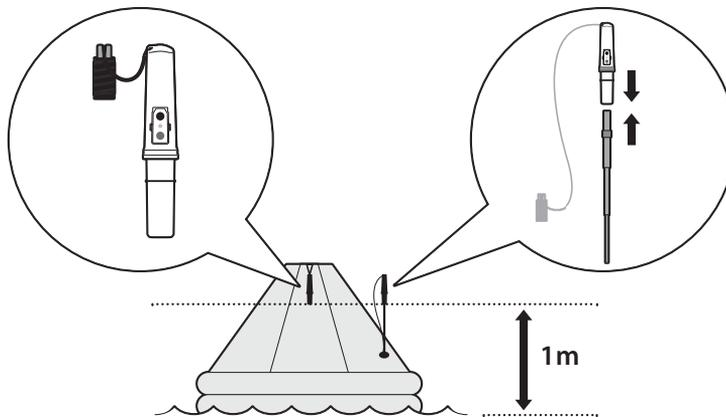

Figura 10 Altura de AIS SART
- La base de AIS-SART debe estar a 1 metro sobre el nivel del mar cuando se utiliza como se indica en la Figura 10.
Use el cordón para amarrar AIS SART al punto más alto bajo la cubierta de la balsa salvavidas. La base de AIS-SART debe estar a 1 metro sobre el nivel del mar cuando se utiliza como se indica en la Figura 10.